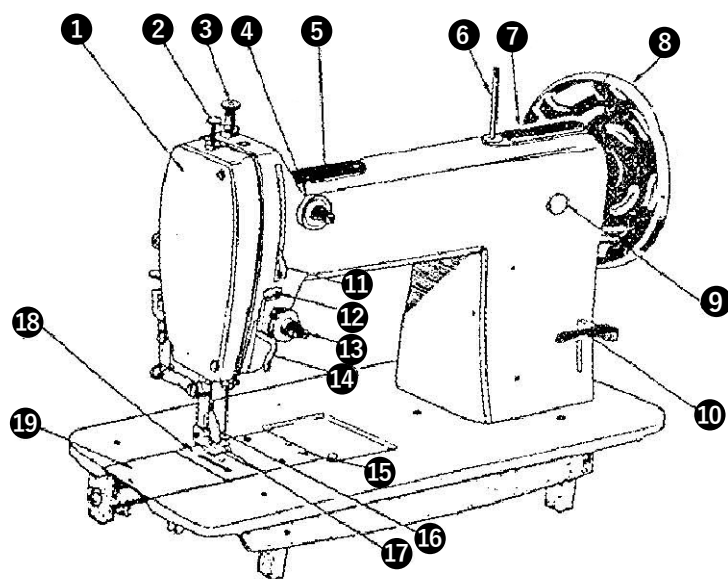

Рис.1
1. Основные части машины (рис. 1, 2).